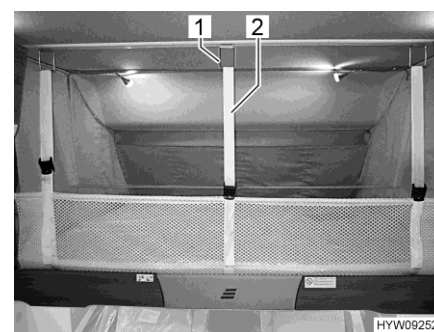

Fig. 99 Filet de sécurité (lit escamotable)
- Desserrer les sangles de sécurité (Fig. 99,2) et ranger le filet de sécurité sous le matelas.
- Suspendre les sangles de sécurité (Fig. 99,2) aux crochets (Fig. 99,1) situés au plafond.